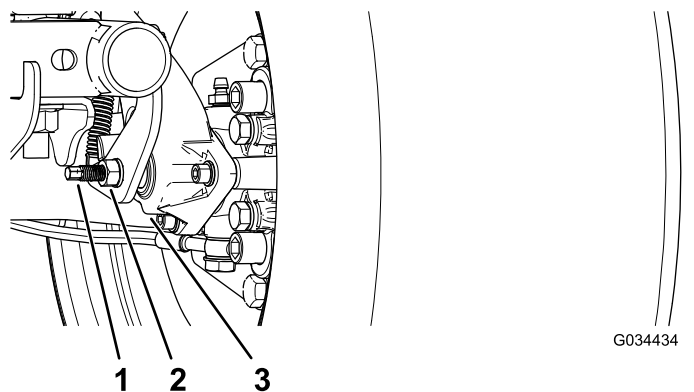

図 50
3. レンチを2本使用し、1本のレンチでキャリパの調整ポストが回らないように保持しながら、もう1本でジャムナットを1/4回転ゆるめる **図50**。
4. 調整ポストとジャムナットを保持した状態で、調整ポストを回して締め付ける **図50**。
5. 調整ポストとジャムナットを保持した状態で、1/4回転だけでもどす **図50**。
6. 調整ポストとジャムナットを保持した状態で、ジャムナットを締め付ける **図50**。